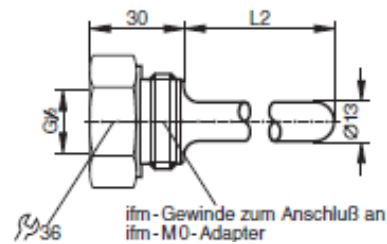
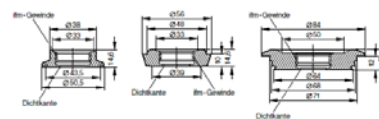

Abbildung 47: M0-Tauchhülsen
Abbildung 48: M0-Adapter
- M0-Tauchhülsen, über die M0-Hülse Abbildung 47 und die Adapter Abbildung 48